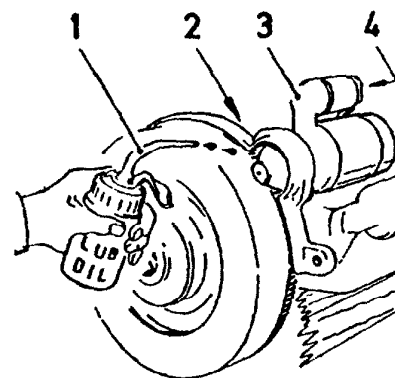

Fig. 65
Sprøyt av og til litt smøreolje (1) inn på bendixdrevet (2) og akselen som vist i fig. 65.